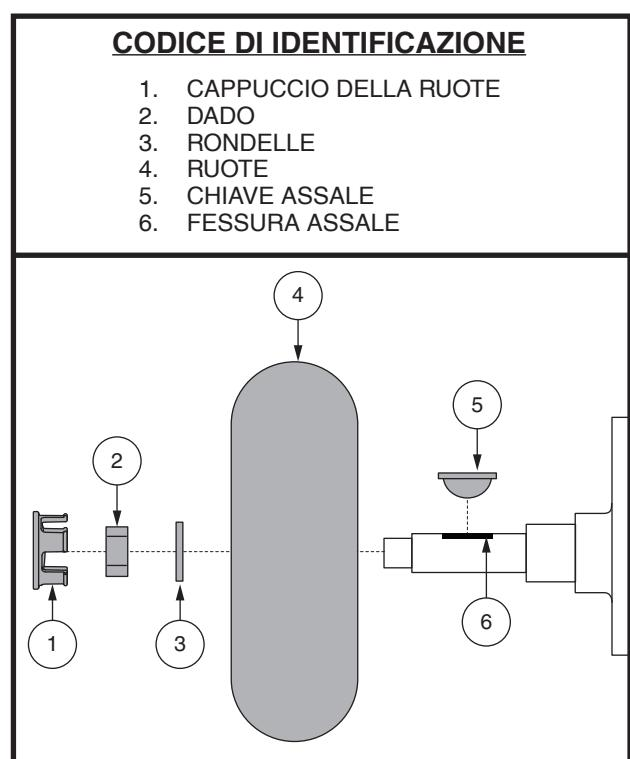

Figura 20. Rimozione dei pneumatici pieni
3. Rimuovere cappuccio, dado e rondelle dall'assale della ruota. Vedere figura 20.